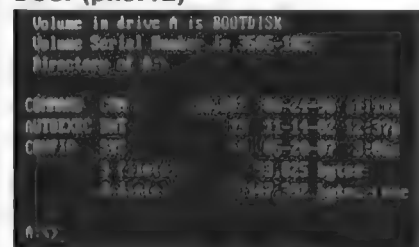

рис. 12
9.1. Вставьте загрузочный диск и запустите систему в режиме DOS. (рис. 12)